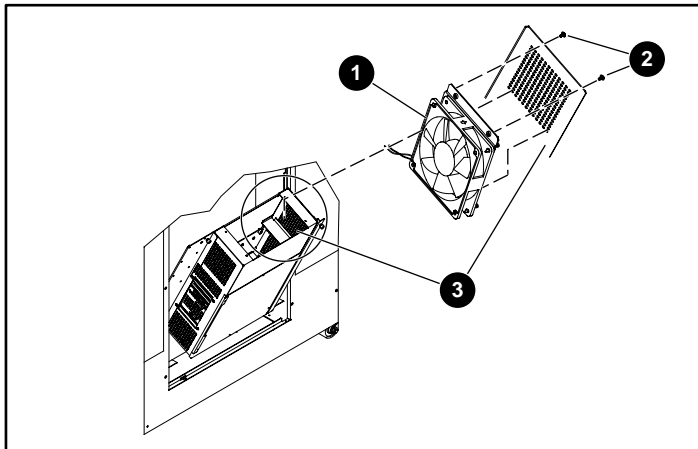

図4: ファン アセンブリを取り付ける
2. ファン ケーブルを図4に示すように移動します。
3. 2本のネジを使用して、ファン アセンブリを電気ボックスの右上側に取り付けます(図4を参照)。